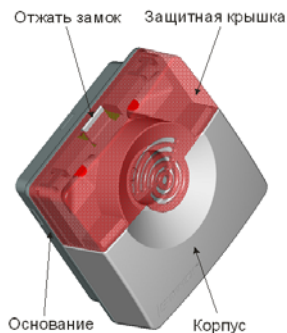

Рисунок 4
- отжать замок и снять защитную крышку (см рисунок 4);
- установить корпус и защитную крышку на место. При установке защитной крышки аккуратно отжать замок (см. рисунок 4).